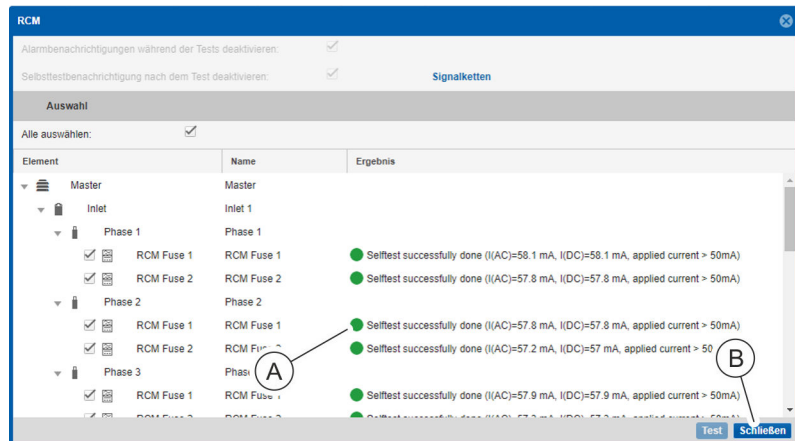

Abb. 108: Fenster "RCM"
- Ergebnis des RCM Selbsttests überprüfen (Abb. 108/Ⓐ).
8. ➔ Fenster "RCM" über die Schaltfläche „Schließen“ (Abb. 108/Ⓜ) verlassen.